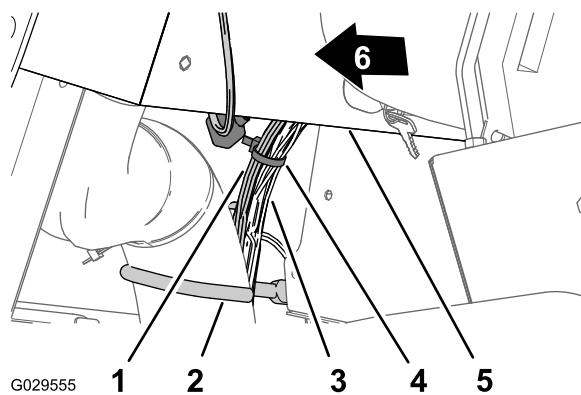

Bild 16
5. Befestigen Sie den Armaturenbrettzweig des Kabelbaums neben dem Kabel und Schlauchhaken am Kabelbaum der Maschine mit einer Kabelbinde (Bild 16).